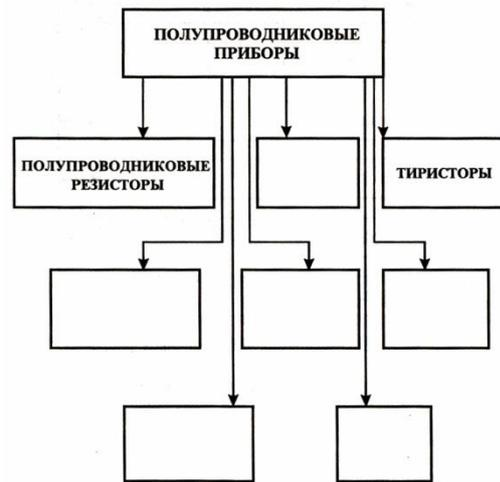

Рис. 11.1 Классификация полупроводниковых приборов
2. Дополните схему классификации полупроводниковых приборов, данную на рис. 11.1